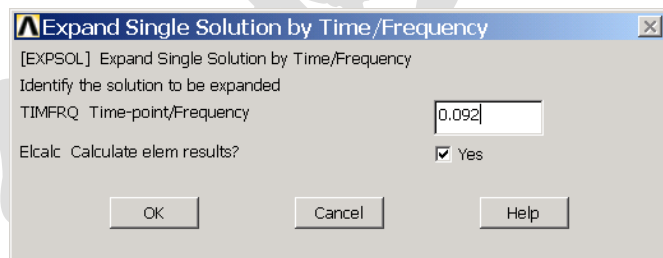

图10.38 设置最大响应时间
(17) 单击 Main Menu>Solution>Load Step Opts>ExpansionPass>Single Expand>By Time/Freq 菜单，弹出如图 10.38 所示的【Expand Single Solution by Time/Frequency】对话框。在【Time-point/Frequency】文本框中输入【0.092】，单击【OK】按钮。